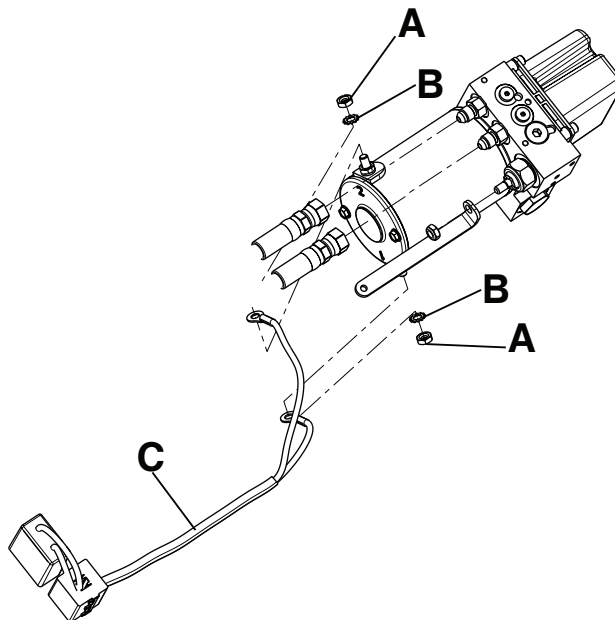

Figure 40 – Ensemble de moteur
4. À l'aide d'une clé mixte de 7/16 po, retirer les deux écrous (A) et les rondelles en étoile (B) qui fixent le câble du moteur (C) à l'ensemble de moteur (Figure 40). Conserver les écrous et les rondelles.